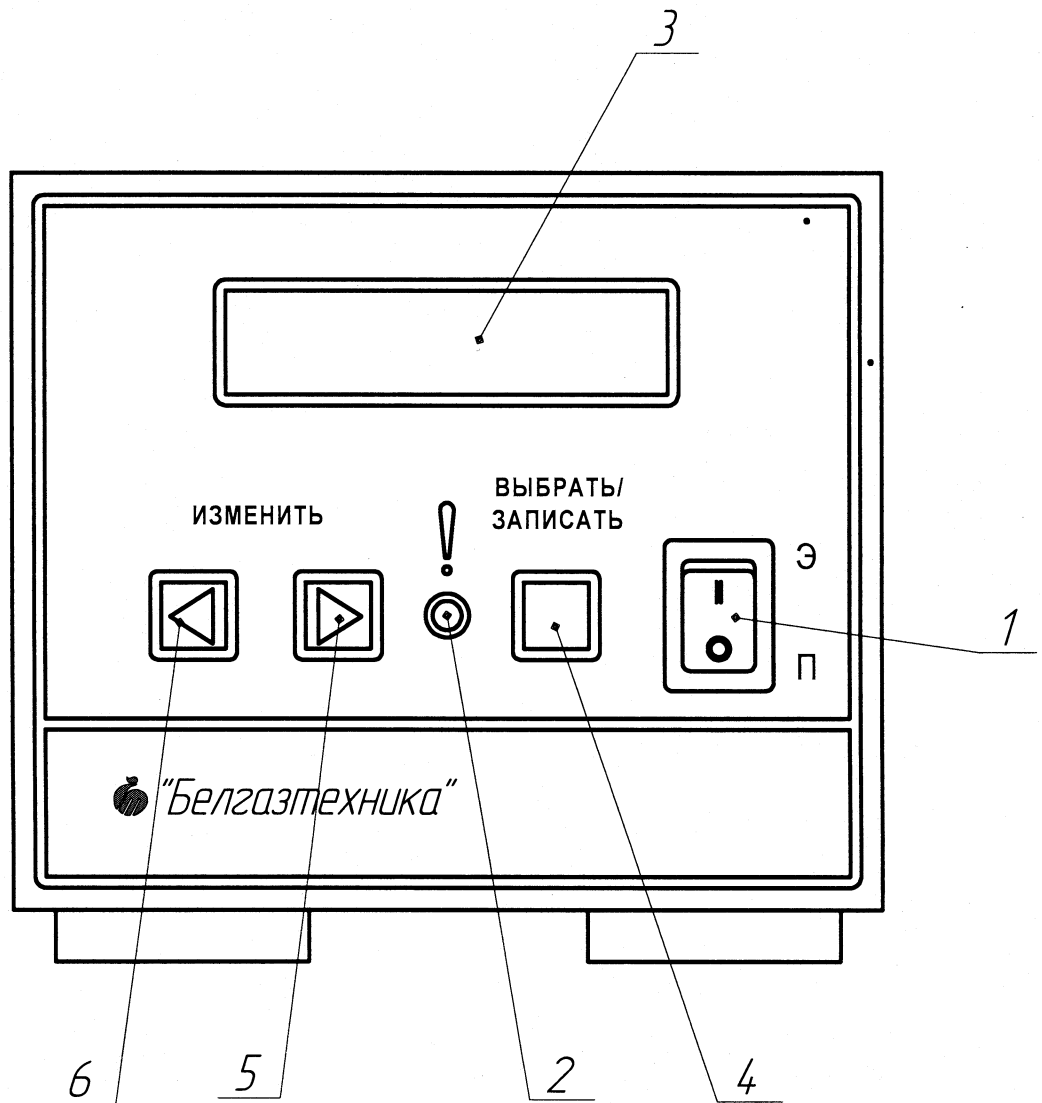
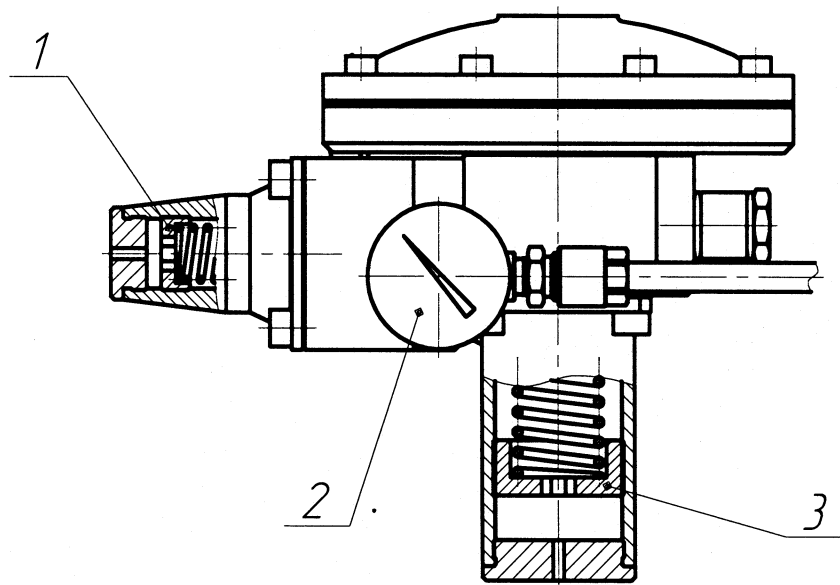

Рисунок 7
Рисунок 8
2.2.1.2 Принудительное переключение режимов производится при помощи тумблера 1 пульта управления (см. рисунок 7).
2.2.1.4.1 Переключить тумблер 1 (см. рисунок 7) в положение «П».
2.2.1.4.2 Регулировочным винтом 1 (см. рисунок 8) настроить давление стабилизатора на 20-30% выше выходного давления регулятора. Контроль по манометру 2.
2.2.1.4.3 Регулировочным винтом 3 настроить выходное давление регулятора. Контроль давления можно осуществлять по напоромеру, установленному на выходе регулятора, или по индикатору 3 (см. рисунок 7) на пульте управления.
2.2.1.5.1 Первоначально необходимо выбрать датчик давления установленный на выходном трубопроводе. Для чего необходимо несколько раз нажать кнопку 4 «Выбрать/Записать» (см. рисунок 7) и перейти в режим выбора датчика давления.
2.2.1.5.8 Для перехода в электронный режим управления необходимо переключить тумблер 1 (см. рисунок 7) в положение «Э».
2.2.2.1 Перед пуском газа убедится, что регулировочные винты 1 и 2 (см. рисунок 8) пилотного регулятора выкручены (только при первоначальном пуске), тумблер 1 (см. рисунок 7) переключения режимов работы регулятора установлен в положение «П».
2.2.2.8 Переключить тумблер 1 (см. рисунок 7) в положение «Э» для перевода регулятора на работу в электронный режим управления.